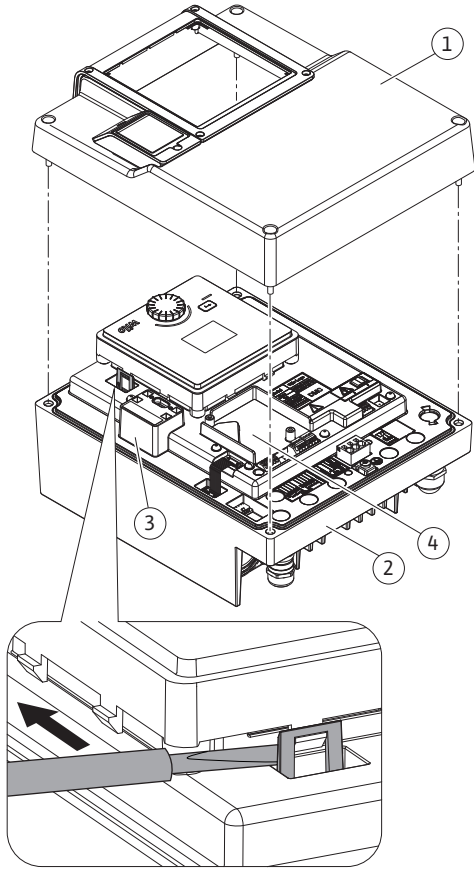

Fig. 28: Elektroniikkamoduuli
| Elektroniikkamoduulin yläosa | Fig. 28, pos. 1 Fig. I, pos. 2 | M5 | 4.5 | |
| CIF-moduuli | Fig. 28, pos. 4 | PT 30 x 10 | 0.9 | |
CIF-moduuleja (lisävarusteet) käytetään pumppujen ja kiinteistöhallintajärjestelmän väliseen tiedonvaihtoon. CIF-moduulit liitetään elektroniikkamoduuliin (Fig. 28, pos. 4).